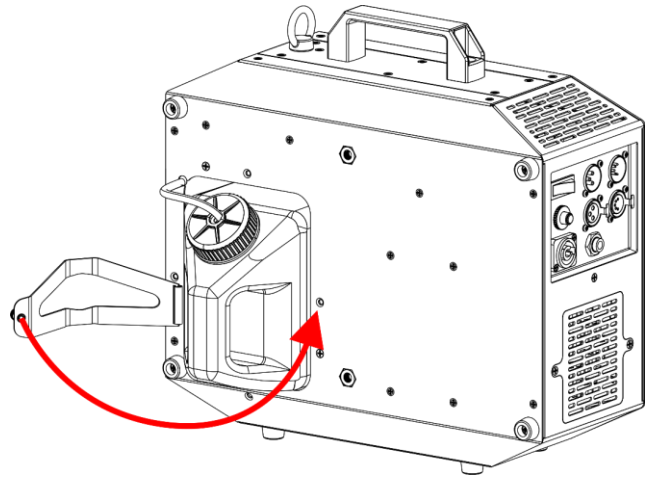

Fig. 23
- 18) Incline el **soporte del depósito de líquido (03)**, como se muestra en la Fig. 23.